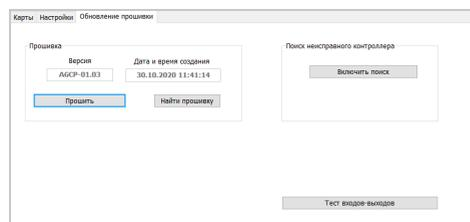

Рис.21. Обновление прошивки неисправного считывателя.
- Подключите считыватель TK-CardReader Plus с поврежденной прошивкой к программатору «TKLS-Prog-RS485», подключенному к компьютеру. Конфигуратор обнаружит неисправное устройство и предложит выбрать файл прошивки для загрузки в это устройство – в окне состояния появится сообщение «Выберите прошивку» и на вкладке станет доступной кнопка «Найти прошивку» (**Рис.21**).